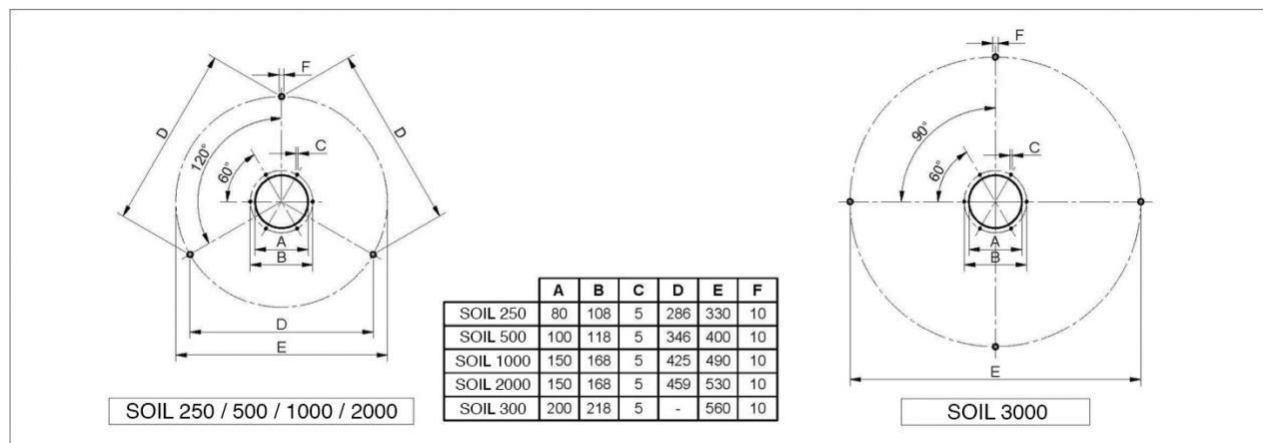

Fig. 8 – Schemi di foratura
- Praticare sulla carenatura della macchina i fori necessari al posizionamento del filtro per l'aria, secondo gli schemi di foratura riportati in Fig. 8.
- Eventualmente praticare sulla copertura della macchina i 6 fori di diam. 5 necessari al fissaggio della piastra di raccordo tubo PRT, secondo gli schemi di foratura riportati in Fig. 8.